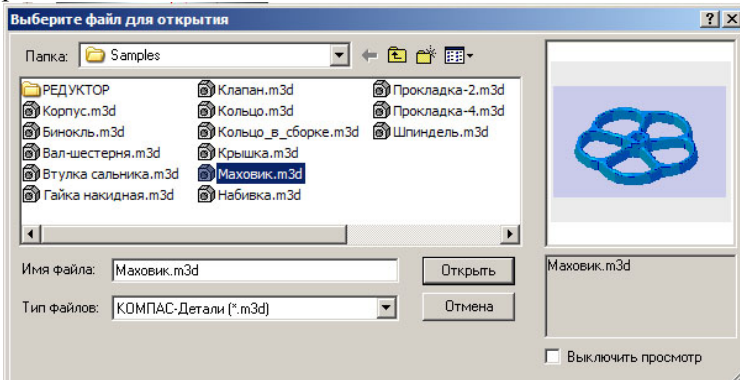

Рисунок 9.16 - Вікно зборки з базовою деталлю "Шпиндель"
- клацніть на панелі інструментів "Вид" по кнопці "Полутоновое", а потім по кнопці "Показать все". З'явиться вікно зборки показане на рис. 9.16.